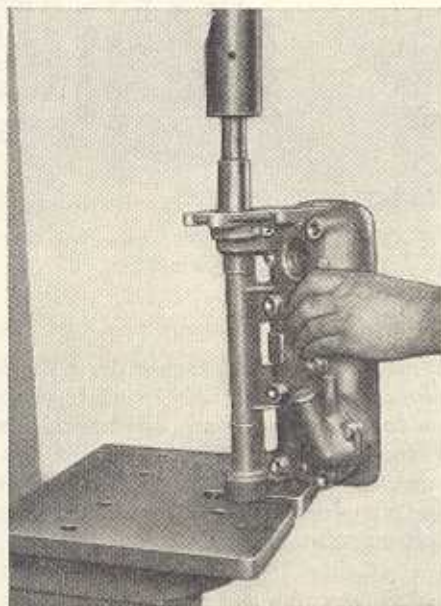

Bild M 37. Eindrücken des Kugellagers auf der Lüfterseite
2. Eindrücken des mit Fett gefüllten Kugellagers auf der Lüfterseite mit Handhebelpresse. Es ist ein Stempel von etwa 50 mm Länge und 36,5 mm Durchmesser mit einer Bohrung von etwa 13 mm zu verwenden (Bild M 37). Als Fett für die Kugel-